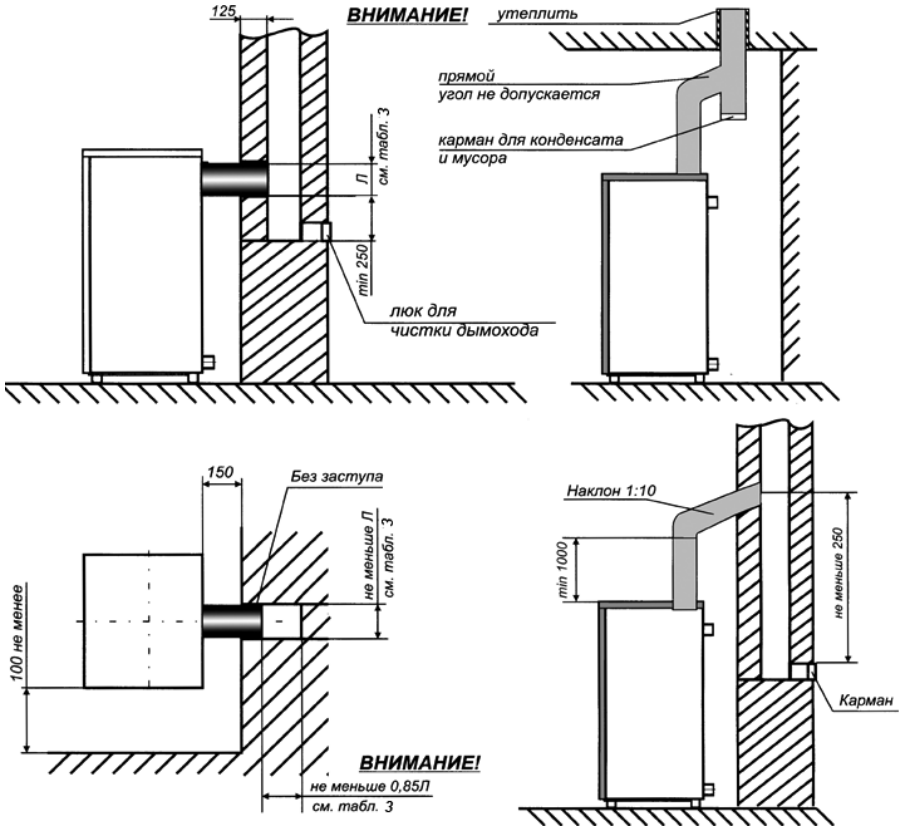

Рис. 4. Схема подключения котла к дымовому каналу и план установки котла
- 6.10. Присоединение котла к дымоходу (рис.4) должно осуществляться трубами из кровельной стали. Диаметр трубы должен быть не менее размера газохода котла. Трубы должны надвигаться одна на другую по ходу отвода продуктов сгорания не менее, чем на 0,5 своего диаметра, и быть уплотненными. Допускается подсоединять котел к дымоходу гибким гофрированным металлическим патрубком при согласовании с газовой службой, но завод-изготовитель не рекомендует использовать гофрированный патрубок, так как могут возникнуть проблемы с тягой. Место соединения патрубка газохода с дымоходом должно быть герметичным. Не допускается подсоединять к дымоходу котла другие отопительные устройства и устанавливать на нем шибер.
а) дымоход, к которому подключается котел, как правило, должен быть расположен во внутренней капитальной стене здания, рис.4. При расположении дымохода в наружной стене толщина кладки должна соответствовать указанной в таблице 3: **Таблица 3.**